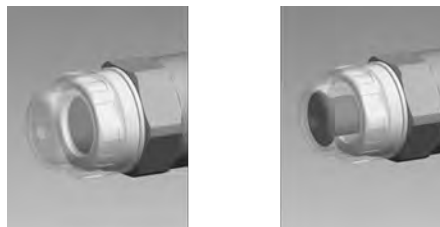

Fig. 9: Sensor de rotura de la membrana óptico sin activar y activado.
En los sensores de **rotura de la membrana ópticos**, el cilindro (6) rojo avellanado, que se ubica por debajo de la tapa transparente (7), se desplaza hacia adelante en este proceso y pasa a estar claramente visible (Fig. 9).